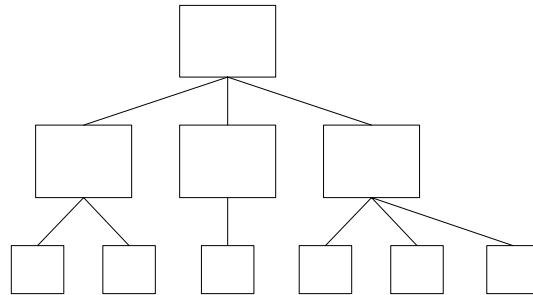

Figura 5.3: Análise de jusante para montante
1. A procura de cada produto final é pequena e instável (mas a procura dos componentes comuns é maior e estável). O facto de a produção (na fase final) ser feita por **encomenda** permite fazer uma análise de **jusante para montante**, (ver Figura 5.3) determinando os componentes que justifica produzir para stock;